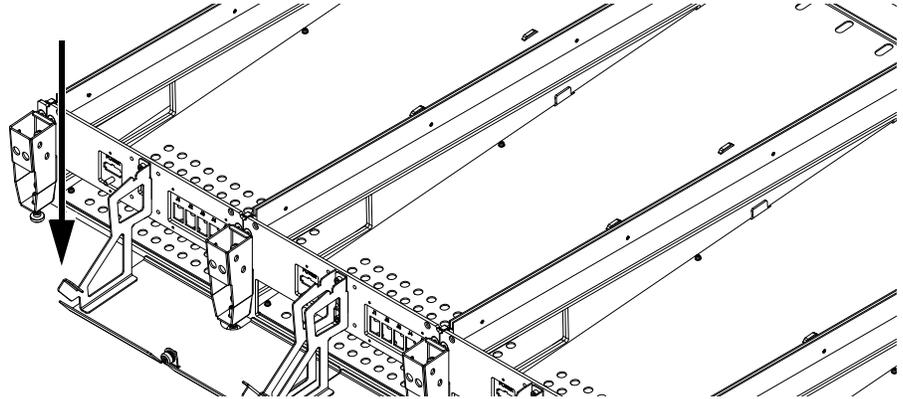

Abbildung 27. Lücke für Steckerleistenkabel und Workstation-Ethernet-Kabel
- 1 Bevor Sie die äußeren Seitenabdeckungen anbringen, müssen Sie das einzelne Ethernet-Kabel (für die Workstation) und das Wechselstromkabel der Steckerleiste entlang der Rückplatten und durch die rechte (oder linke) Lücke der äußeren Rückplatten führen (siehe Abbildung 27).